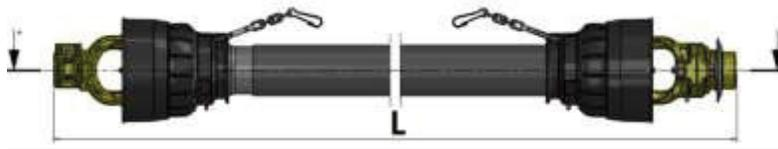

Figura 13- Longitud total del eje de la toma de fuerza en posición cerrada.
Por ejemplo; si la distancia entre el eje de la toma de fuerza y la caja de cambios de la máquina es de 800 mm y la distancia (L) entre el perno derecho e izquierdo del eje de la toma de fuerza es de 1000 mm (Ver Figura 13); la Piezas a cortar de ambas mitades del eje de la TDF es de 200 mm. (No olvide que esto puede parecer que el eje ha sido acortado en 400 mm, pero cuando las dos mitades se vuelven a juntar, ¡se convierte en 200 mm!